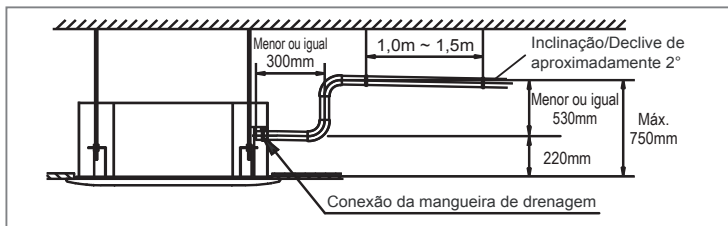

FIG. 31
- Se a saída do tubo de drenagem é superior a conexão da bomba, será necessária a utilização de um tubo de elevação para descarga da unidade interna. O tubo de elevação deverá ser instalado no máximo a 750 mm do teto e a distância entre a unidade e o tubo deverá ser inferior a 300mm (Fig. 31). Caso a instalação não seja feita de maneira correta poderá causar retorno de água para a unidade e possível transbordamento (unidade interna "gotejando").